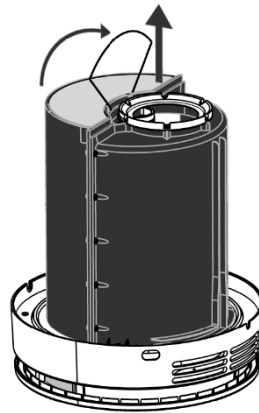

Abbildung 32- Den äußeren Filter herausnehmen
5. Den Metallbügel öffnen, der den äußeren Filter in Position hält, siehe nachstehende Abbildung 32 oben.